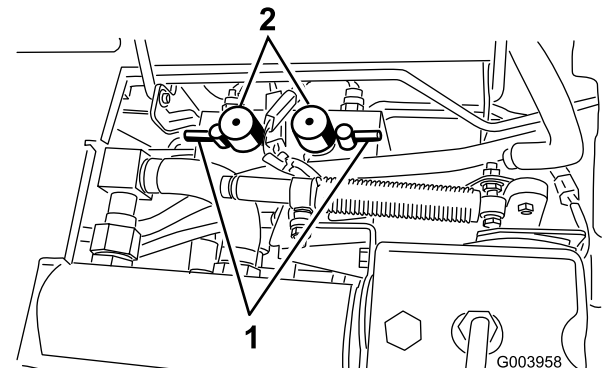

図 84
5. 両方のリール速度セレクタを 1 にセットする (図 84)。
6. バックラップ・スイッチで前のカッティングユニット又は後ろのカッティングユニット、あるいは両方を選択する（図 84）。